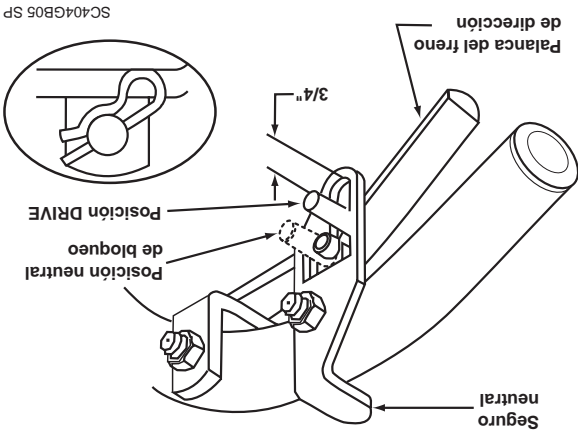

Figura 4. Ajuste de la varilla de control de dirección
1. Ajuste las varillas de control de dirección de modo que haya una luz aproximada de 3/4" desde la parte inferior de la varilla hasta la parte inferior de la ranura del seguro neutral en la posición DRIVE. (Vea la Figura 4).